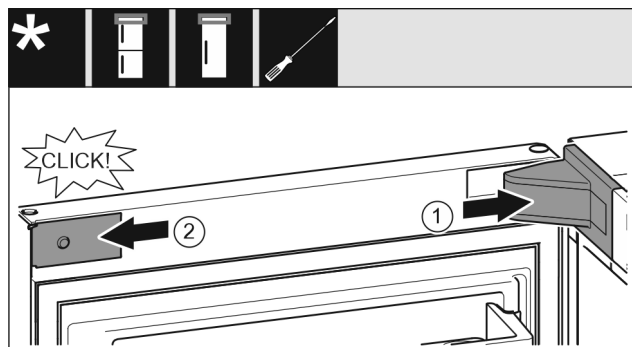

Fig. 26
- Vendosni kapakun mbulues të bazamentit mbështetës Fig. 26 (1) dhe mbërthejeni në vend, duke i ndarë nga njëri-tjetri nëse nevojitet.
- Vendosni panelin mbulues Fig. 26 (2) anash dhe mbërthejeni në vend.